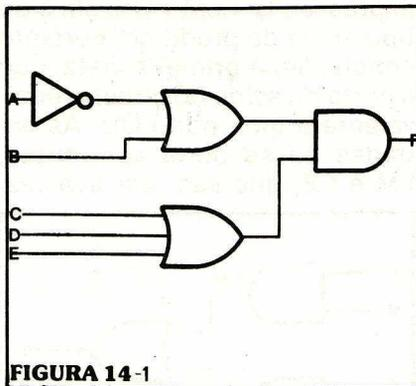

FIGURA 14-1
5. Idem, para o circuito da figura 14-1.